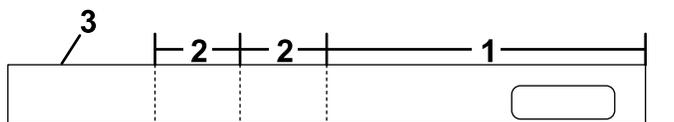

Bild 10
1. Kürzen Sie die Lamelle, wie in **Bild 10** dargestellt.